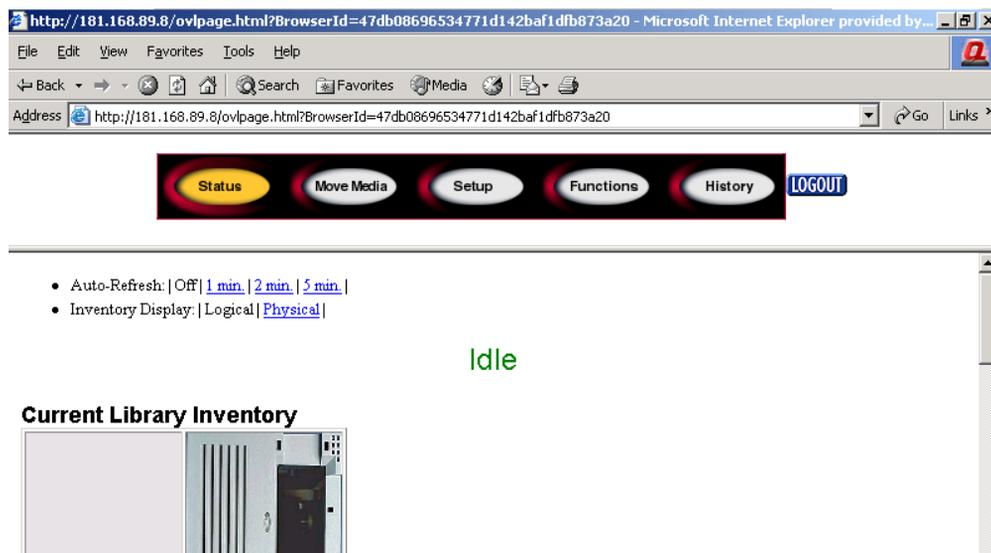

Figura 66: Pantalla Status (Estado)
- Haga clic en la biblioteca para acceder a la pantalla **Status** (Estado), (consulte la Figura 66).